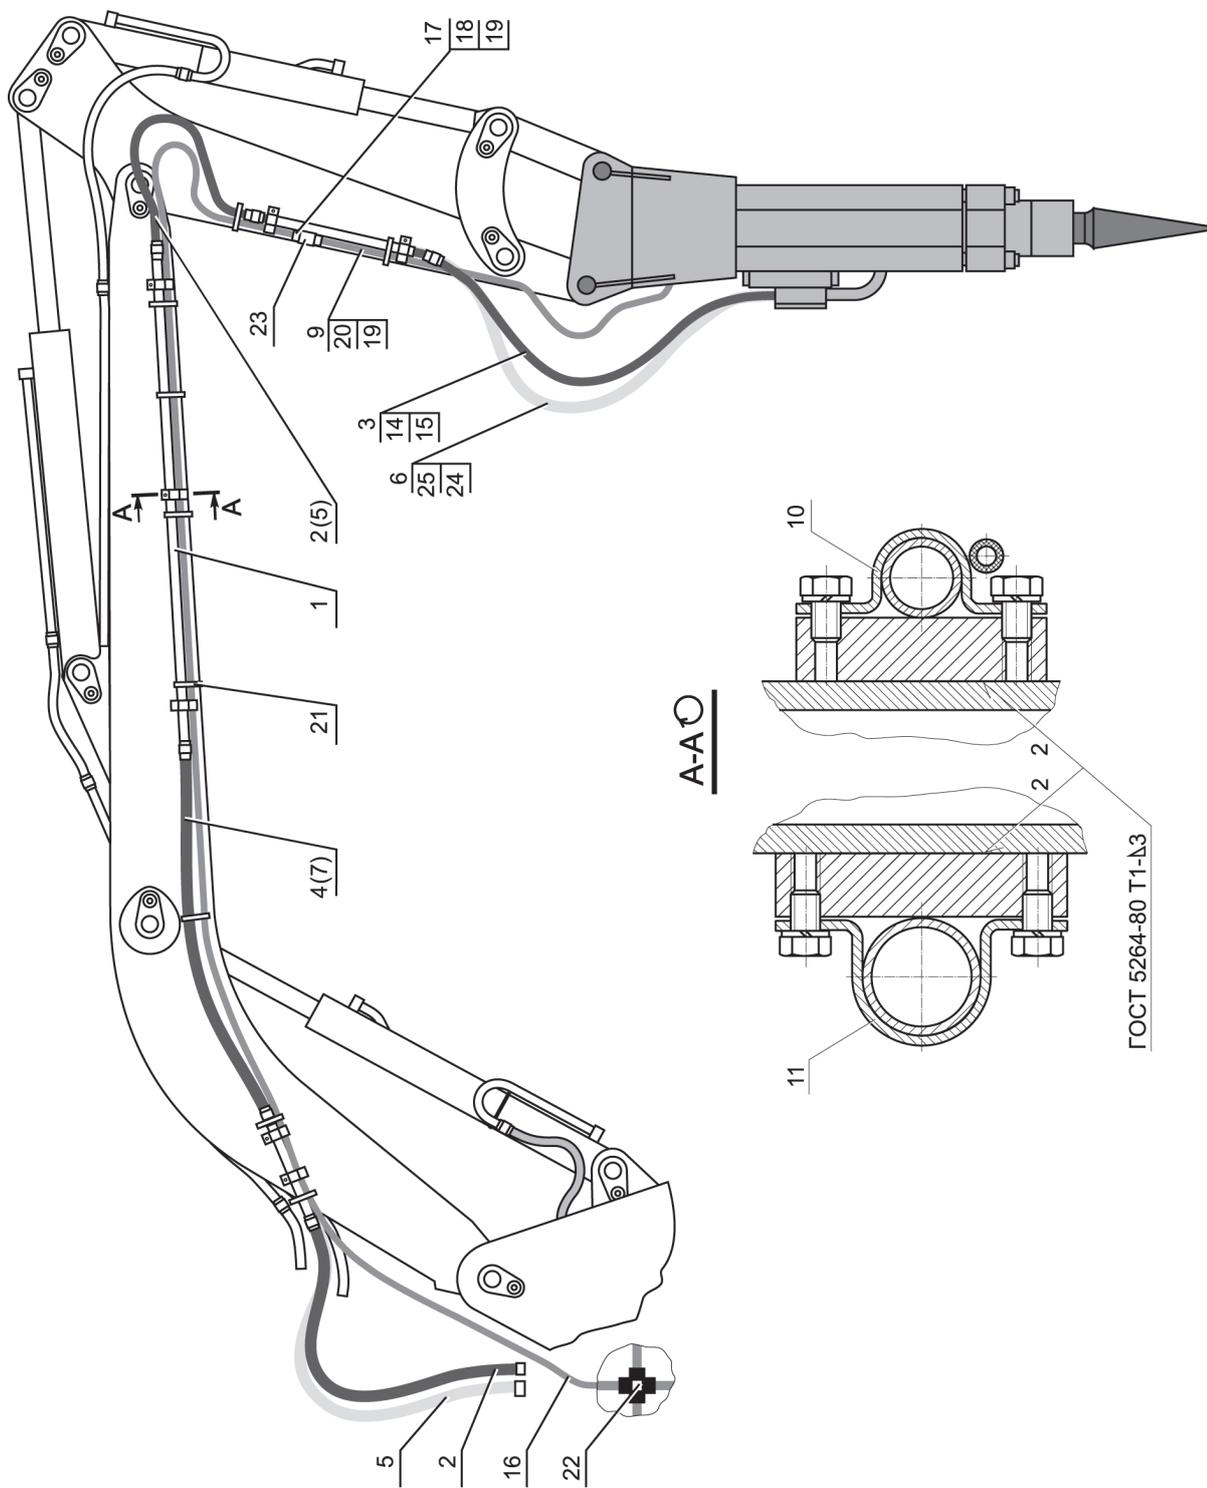

Рис. 2. Монтаж гидрооборудования и деталей крепления гидромолота на рабочем оборудовании экскаватора ЭО-3323А
4.1.1. Соедините попарно друг с другом трубопроводы стрелы из комплекта трубопроводов 1 с помощью РВД 4(7) или 2(5) (рис. 2, 3, 4).
4.1.2. Ориентируясь по рис.2,3 и 4, закрепите на них крепежи напорного 10 и сливного 11 трубопровода.
4.2.1. Для монтажа пневмотрубопровода (рис. 2, 3, 4; табл. 2) вдоль напорной магистрали используйте ленточные зажимы 21. Воздушный шланг, используя ниппель 18, гайку накидную 19 и хомут 17, соедините на рукояти с обратным клапаном 23, обратив внимание на правильность установки клапана (шарик в нем должен быть обращен к кабине).
4.2.4. При временном демонтаже гидромолота на обратный клапан 23 (рис. 2, 3, 4, табл. 2) воздушного трубопровода вместо РВД 9 установить заглушку 20 с гайкой накидной 19.